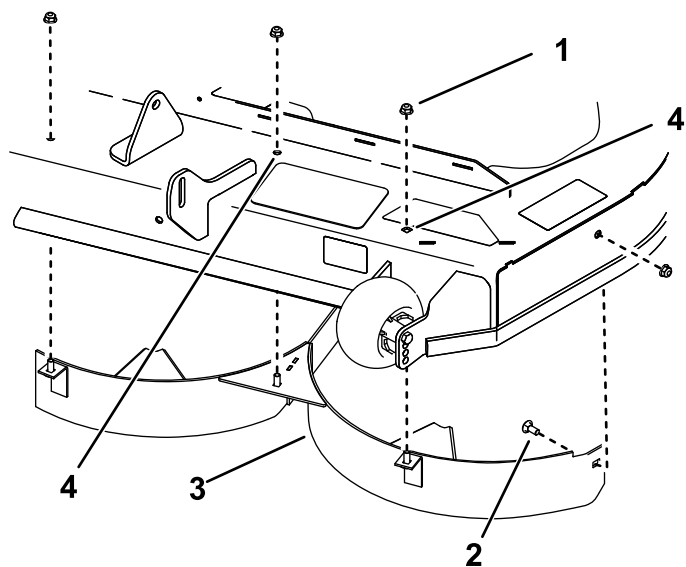

Figura 15
- **Per i piatti di taglio da 137 cm e 152 cm**, rimuovete i dispositivi di fissaggio preesistenti dai fori illustrati nella Figura 15 e montate il deflettore sinistro utilizzando 4 dadi (5/16") e 1 bullone a testa tonda (5/16" x 3/4").